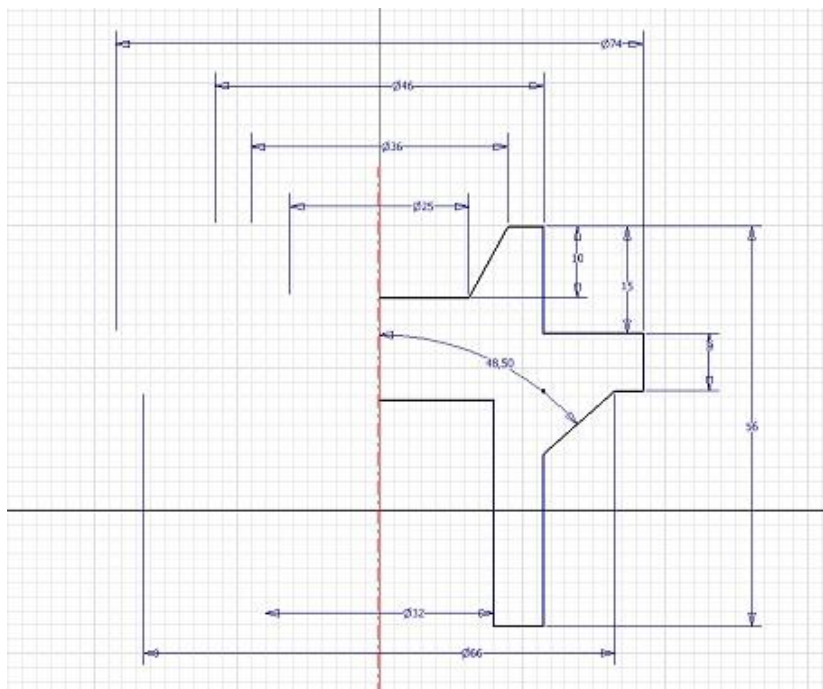

Рисунок 4.2 – Эскиз клапана
- Самостоятельно постройте эскиз при помощи команд **Отрезок**, **Размеры** (рис. 4.2).